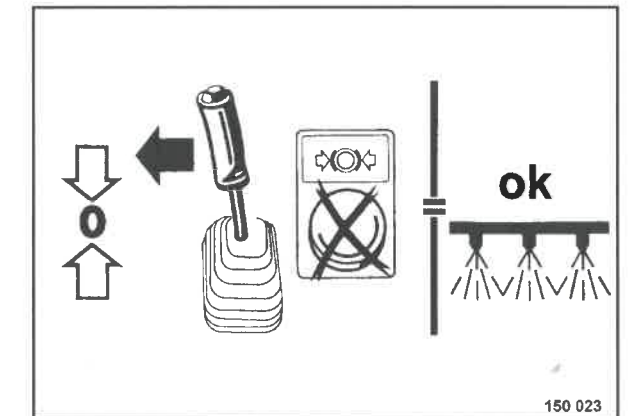

Fig. 73
- Per inserire l'irrorazione azionare la leva di marcia dalla posizione di frenata in direzione della posizione "0" (Fig. 73).